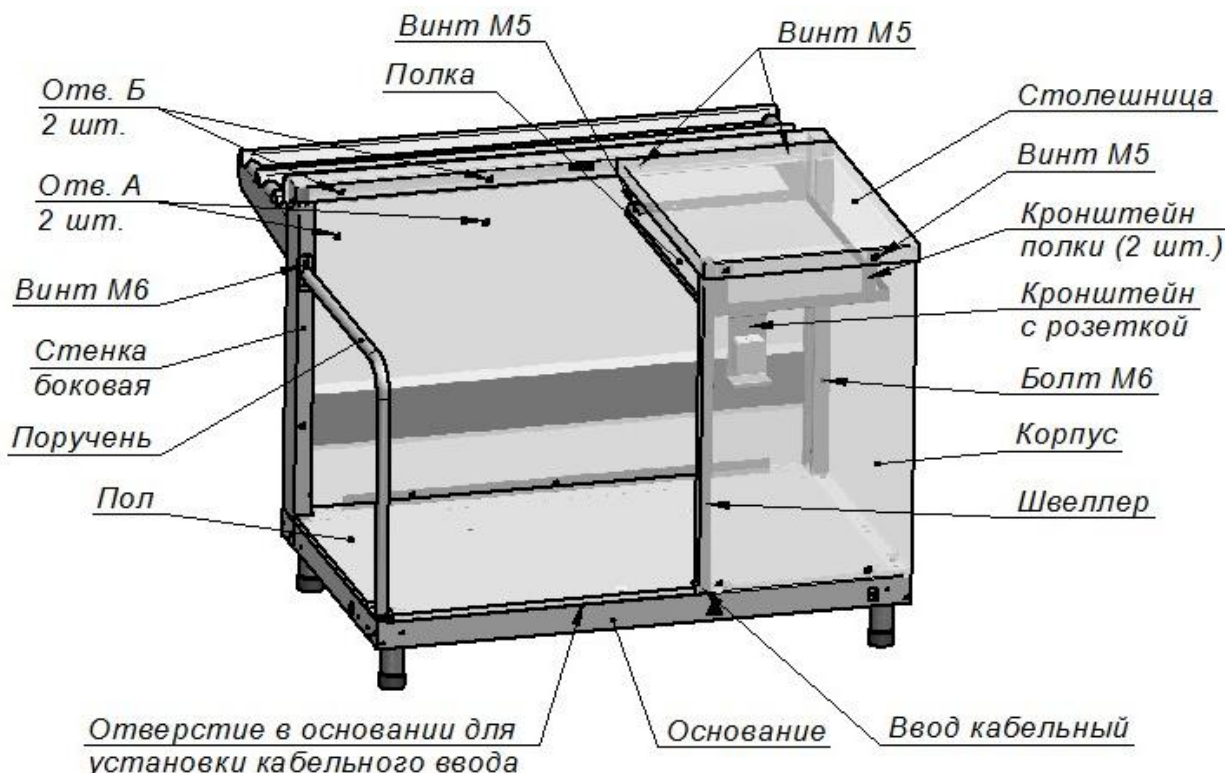

Рис. 1
Электропитание подвести на розетку от распределительного щита, через кабельный ввод (гермоввод) (см. Рис. 1), номинальным поперечным сечением жил шнура питания с заземляющей жилой марки ПВС ($3\times 1,5$) или ПРМ ($3\times 1,5$) мм^2 , не менее для всех изделий кабины кассовой.
1. Снять столешницу (см. рис. 1), предварительно открутив четыре винта М5 (два снаружи и два внутри).